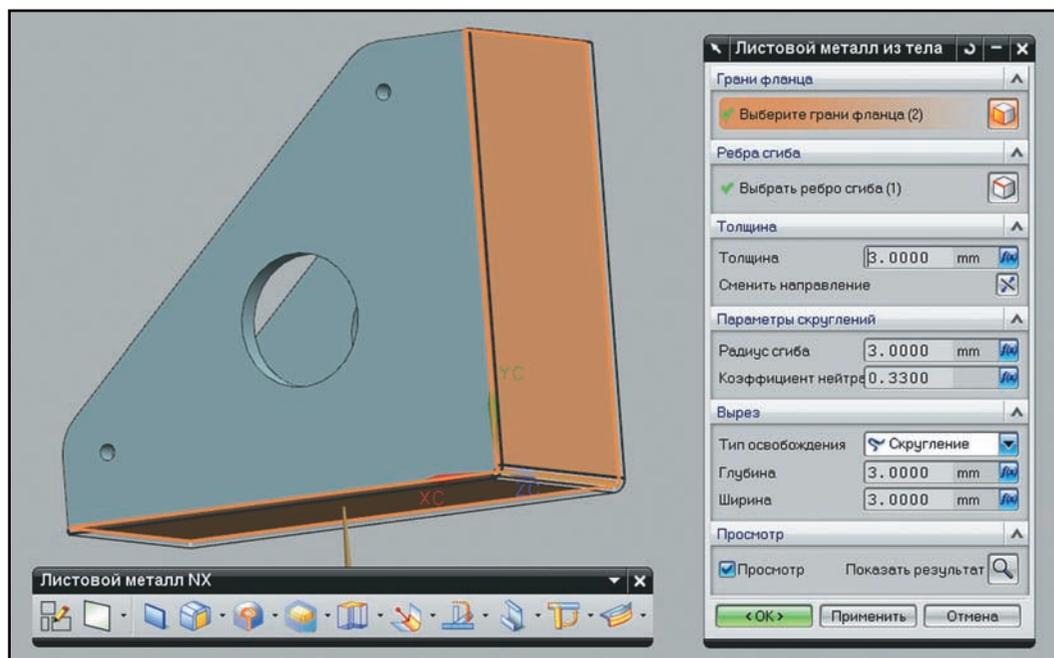

Рисунок 5.28. Получение модели листовой детали из твердого тела
- Для преобразования модели необходимо указать грани, которые будут формировать стенки листовой детали и места сгибов. Укажите две смежные грани, как показано на рис. 5.28. На пограничном ребре между гранями будет вставлен сгиб с параметрами, взятыми из настроек моделей (при необходимости их можно переопределить локально).